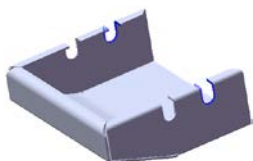
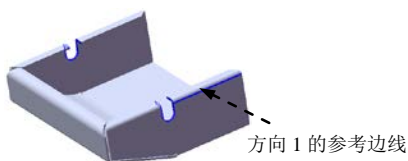

图 9.35 阵列 (线性) 1
图 9.36 选择参考边线
(3) 定义切除深度属性。在“切除—拉伸”对话框的 **方向 1** 区域的  下拉列表中选择 **完全贯穿** 选项, 选中 ☒ **正交切除(N)** 复选框, 其他采用系统默认设置值。
(4) 单击  按钮, 完成切除—拉伸 2 的创作。
Step14. 创建图 9.35 所示的阵列(线性) 1。
(1) 选择下拉菜单 **插入(I)** → **阵列/镜向(A)** → **线性阵列(L)...** 命令, 系统弹出“线性阵列”对话框。
(2) 定义阵列源特征。单击 **要阵列的特征(F)** 区域中的文本框, 选取切除—拉伸 2 作为阵列的源特征。
(3) 定义阵列参数。
① 定义方向 1 的参考边线。选择图 9.36 所示的边线为方向 1 的参考边线。
② 定义方向 1 的参数。在 **方向 1** 区域的  文本框中输入数值 20.0; 在  文本框中输入数值 2。
(4) 单击  按钮, 完成阵列(线性) 1 的创作。